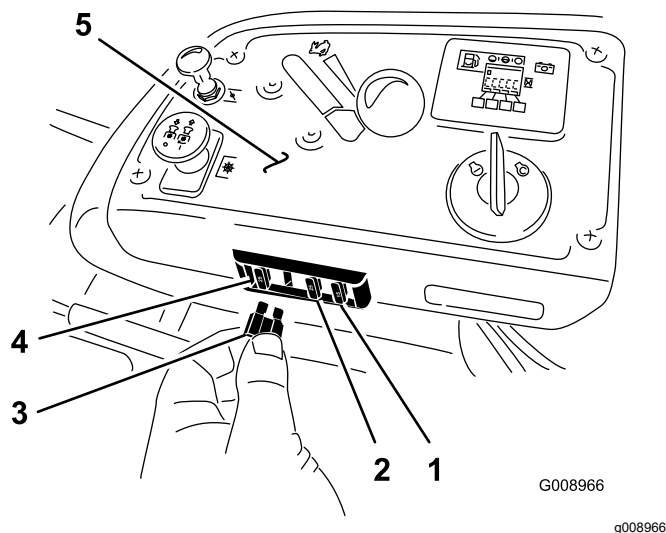

Figura 61
Los fusibles están situados en la consola, a la derecha del asiento (Figura 61).
2. Instale un fusible nuevo (Figura 61).